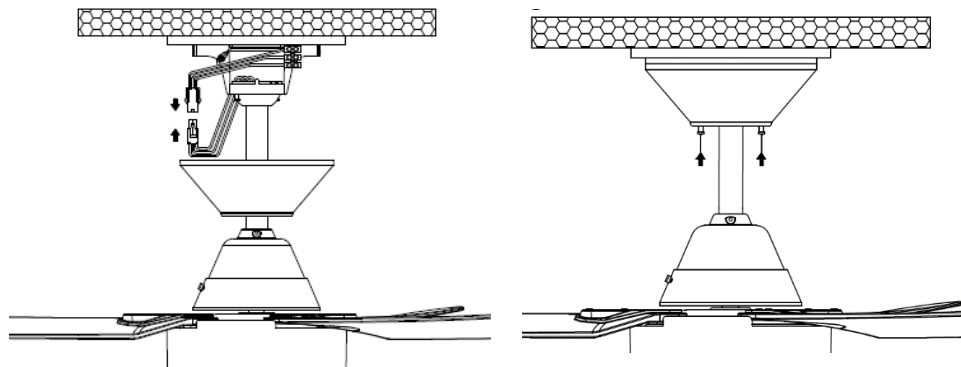

Fig. 10
- Bedek de montagebeugel met de overkapping. Zorg ervoor dat alle elektrische bedrading onder de overkapping gestopt is en dat ze niet beschadigd raken tijdens deze stap. Bevestig de overkapping aan de hangbeugel met de bijgesloten schroeven. Fig. 10